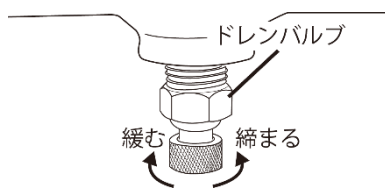
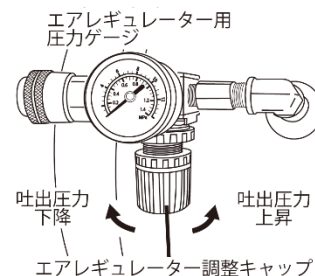

図2
図3
- ③ 本商品のドレンバルブを締めてください（図2参照）。
- ④ ②で接続した、エアコンプレッサーを作動させて、本商品にエアを充填してください。
- ⑤ 使用圧力は、エアレギュレーターで調節する事が出来ます。エアレギュレーターの調整キャップを時計回転方向に回すと、吐出圧力が上がり、反時計回転方向に回すと吐出圧力が下がります（図3参照）。